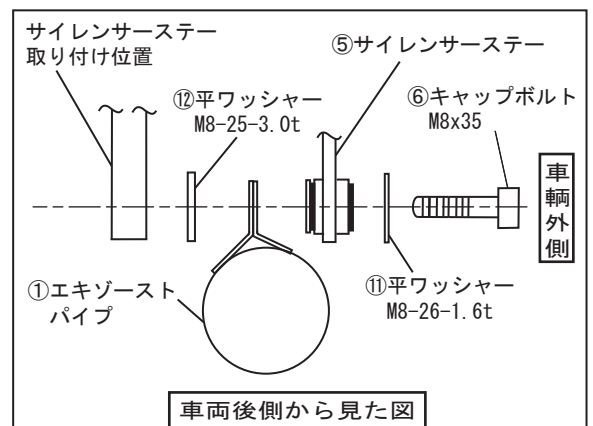

FIG. 8
7. 手順6にて取り付けた⑤サイレンサースターとサイレンサースター取り付け位置の間に①エキゾーストパイプのスターと⑫平ワッシャーM8-25-3.0tを挟み、車両外側から⑥キャップボルトM8×35、⑪平ワッシャーM8-26-1.6tにて仮締めをして下さい。（FIG. 8参照）